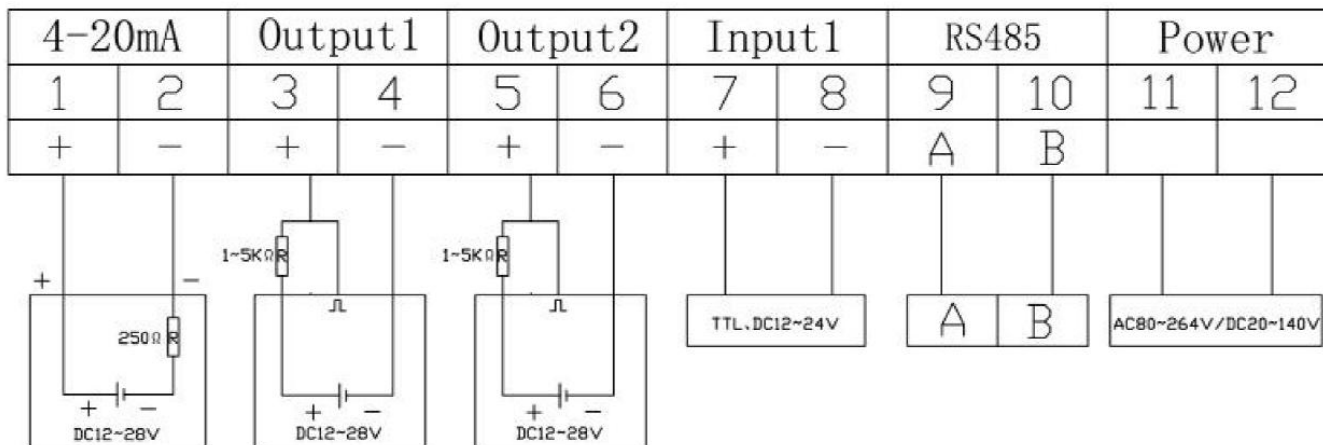

图3.4 输出端子接线图
②**辅助实验用端子**是厂家试验用专用端子。用户不得使用。
③**RS-485（通讯接口端子）**：与上位机通讯，通讯协议为“Modbus RTU通讯协议”。
④**INPUT（输入信号端子）**：输入信号端子是为远程控制设置的信号接线端子。
⑤**Pulse Out/Frequency（脉冲频率信号输出接线端子）**：无源输出，需外接电源及信号转换电阻（见图3.4）。脉冲频率信号指对应流量测量信号而输出的频率信号，其频率上限值可在1-10kHz范围内设置，上限频率对应着设定的上限流量测量值。
⑥**Pulse Out（当量脉冲输出信号接线端子）**：无源输出，需外接电源及信号转换电阻（见图3.4）。当量脉冲输出信号对应着设置的当量流量值，累计流量每达到设置的当量值时便对应输出一个脉冲信号。
⑦**4-20mA（电流输出信号接线端子）**：无源输出，需外接电源（见图3.4）。仪表对应流量、密度、温度测量值可输出对应的4-20mA电流信号。4mA输出对应测量量程下限值，而20mA对应测量量程的上限值。